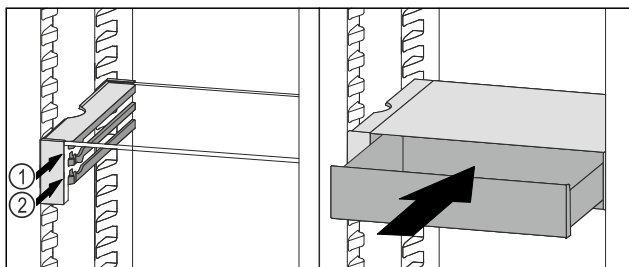

Fig. 127
- ▶ VarioSafe-Schubfach hinter den Stoppn auf gewünschter Rippe Fig. 127 (1) oder Fig. 127 (2) aufsetzen.